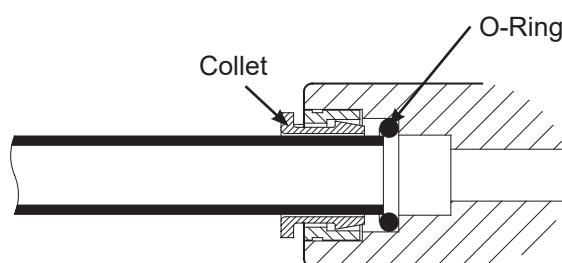
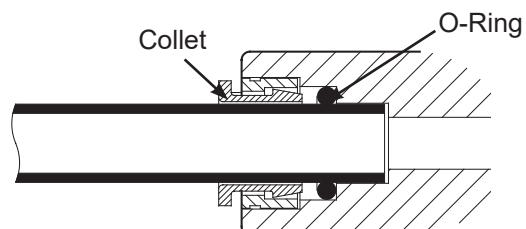
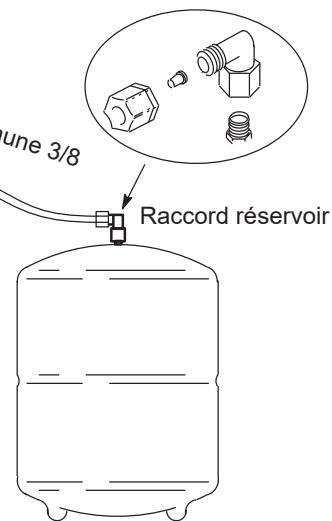

FIG. 16
FIG. 17
FIG. 20
1. Poussez le tuyau dans la douille jusqu'à ce qu'il pénètre dans le joint torique. Continuez d'exercer une pression jusqu'à ce que les bouts des tuyaux reposent contre le bout du raccord. Cf Fig. 17. L'erreur courante consiste à cesser de pousser lorsque le tuyau pénètre dans le joint torique. Lorsque le tuyau de 1/4" (6.35 mm) est complètement inséré, 1.7 cm de tuyau est entré à l'intérieur du raccord. Lorsque qu'un tuyau de 3/8" (9.5 mm) est complètement inséré, 1.9 cm du tuyau est entré à l'intérieur du raccord. Vous pouvez faire créer des repères sur les tuyaux à l'aide de scotch ou d'un marqueur. Cf Fig. 16 & 17.
- Dirigez l'une des extrémités du tuyau vert vers le raccord à l'alimentation en eau froide. Cf Fig. 20.
- Insérez correctement à l'intérieur du collet. Cf Figs. 16 & 17.
- Dirigez l'une des extrémités du tuyau bleu vers le raccord du robinet d'osmose inverse. Cf Fig. 20.
- Insérez bien profondément à l'intérieur du raccord du robinet. C'est un raccord poussoir. Cf Figs 16 & 17.
- Dirigez l'autre extrémité du tuyau rouge vers un point entre le raccord à l'égout et l'unité d'osmose inverse. Cf Fig. 20.
- Insérez profondément à l'intérieur du raccord-poussoir au diamètre approprié (1/4") appelé «Raccord tuyaux» (Fig. 20). Cf Fig 16 & 17.
- Coupez l'une des extrémités du tuyau en angle droit et l'insérer dans la partie 3/8" du système poussoir du raccord tuyaux. Cf Fig 16 & 17.
- Dirigez l'autre extrémité du tuyau noir vers le raccord à l'égout (Fig. 20). Coupez le tuyau de manière à la raccorder de manière la plus droite et directe possible vers le raccord à l'égout. Il ne doit pas y avoir de boucle, déclin ou frisotti.
- Connectez au raccord à l'évacuation. Cf Figures 16 et 17.
- Dirigez l'autre extrémité du tuyau jaune vers le raccord situé sur la bonbonne de stockage. Cf Fig. 20.